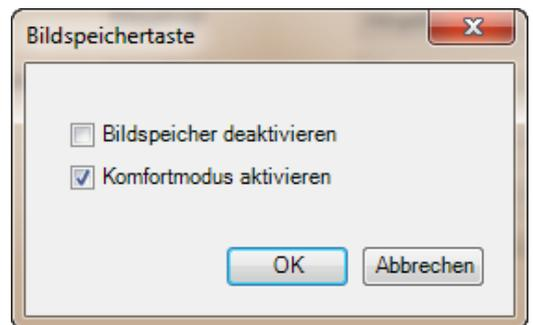

Abb. 14: Bildspeicher aktiviert
- ▶ Klicken Sie auf die **Bildspeichertaste (1)**. Ein neues Fenster geht auf.
- ▶ Setzen Sie den Haken bei **Komfortmodus aktivieren** (Abb. 14).